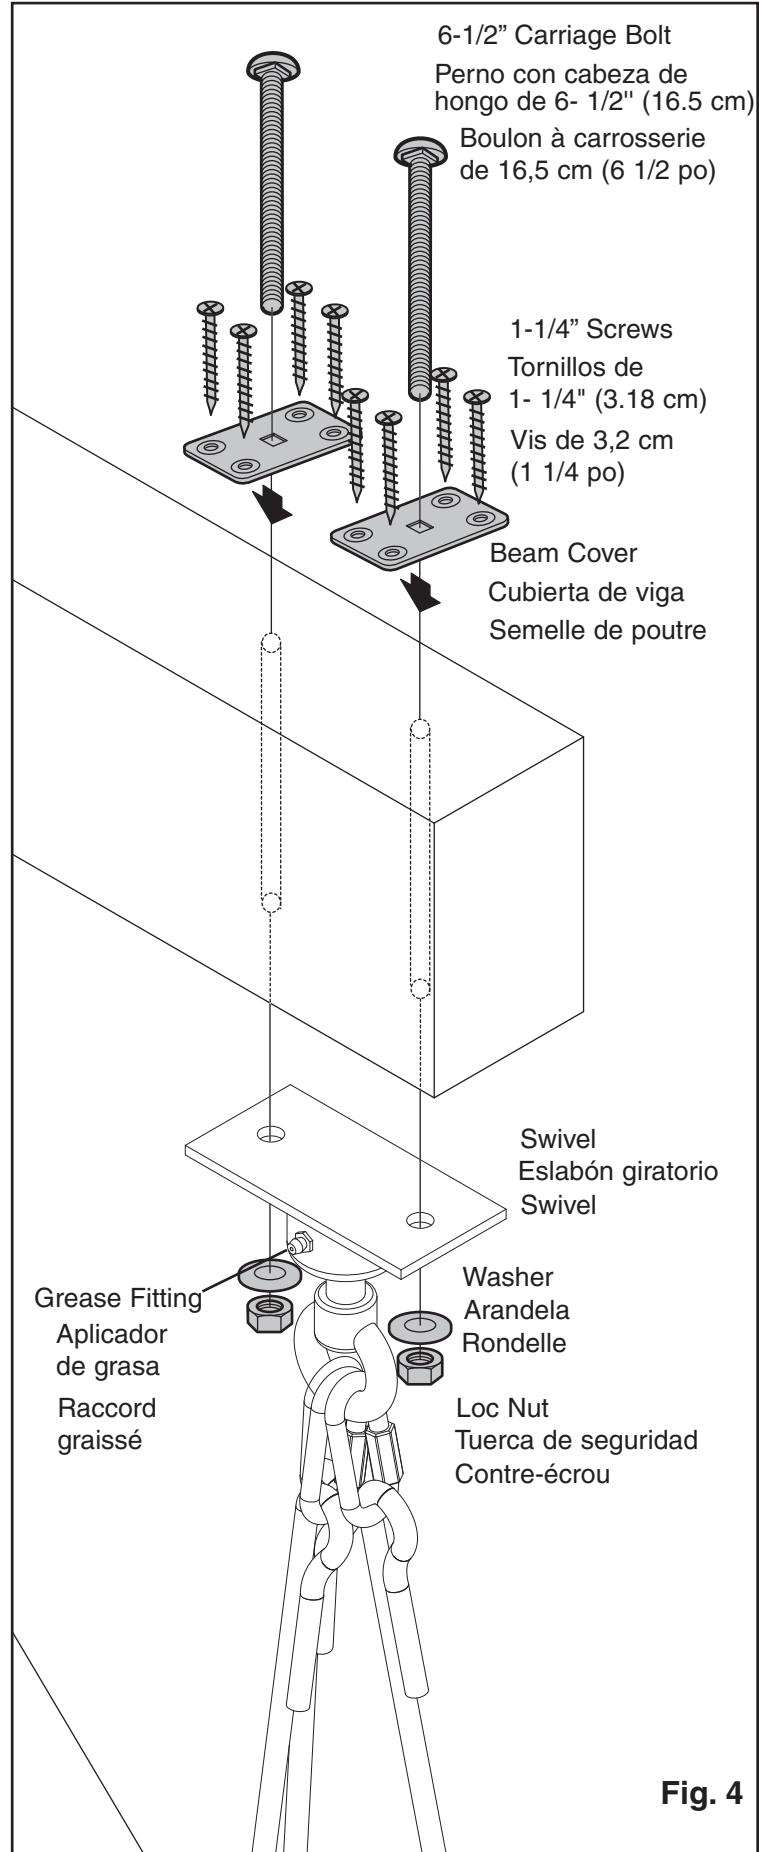

Fig. 4
- Insert (2) 6-1/2" carriage bolts through the beam covers and through the mating holes in the beam. **NOTE:** It may be necessary to force the carriage bolt through the beam with the aid of a hammer. Secure beam covers using (4) 1-1/4" screws. Place the Tire Swing Swivel on bottom side of the swing beam aligning holes with the carriage bolts. Secure with a washer and loc nut. Tighten loc nuts securely. (Fig. 4)
NOTE: Periodically check hardware for tightness, and tighten as necessary. Check all moving parts such as swivel, connecting links and rope for wear and replace immediately if necessary. Tire swing swivel is equipped with a grease fitting. Periodically add grease during routine maintenance. Be sure to remove any excess grease. (Fig. 4)
- Introducir (2) pernos con cabeza de hongo de 6-1/2" (16.51 cm) a través de las cubiertas de la viga y a través de los agujeros de la viga correspondientes. **NOTA:** Puede ser necesario forzar el perno con cabeza de hongo a través de la viga con la ayuda de un martillo. Asegurar las cubiertas de viga utilizando (4) tornillos de 1-1/4" (3.18 cm). Colocar el eslabón giratorio del columpio de neumático sobre el lado inferior de la viga del columpio alineando los agujeros con los pernos con cabeza de hongo. Asegurar desde arriba con una arandela y una tuerca de seguridad. Apretar la tuerca de seguridad con firmeza. (Fig. 4)
NOTA: Verificar de manera periódica la herramientería para asegurarse de que esté ajustada; apretar si fuese necesario. Verificar todas las piezas móviles, como el eslabón giratorio, los eslabones de conexión y la cuerda para ubicar dónde hubo desgaste y reemplazar inmediatamente de ser necesario. El eslabón giratorio del columpio de neumático está equipado con un aplicador de grasa. Agregar grasa de manera periódica durante la rutina de mantenimiento. Asegurarse de eliminar todo exceso de grasa. (Fig. 4)
- Insérez (2) boulons à carrosserie de 16,5 cm (6 1/2 po) à travers les semelles et les trous correspondants de la poutre. **REMARQUE :** il est possible de devoir forcer le boulon à carrosserie au travers de la poutre à l'aide d'un marteau. Fixez les semelles de poutre à l'aide de (4) vis de 3,2 cm (1 1/4 po). Placez le pivot de la balançoire à un pneu sur le dessous de la poutre de la balançoire en alignant les trous avec les boulons à carrosserie. Fixez le tout à l'aide d'une rondelle et d'un contre-écrou. Serrez bien les contre-écrous. (Fig. 4)
REMARQUE : vérifiez périodiquement le serrage de la quincaillerie et resserrez-la au besoin. Inspectez toutes les pièces mobiles, comme le pivot, les maillons de raccordement et la corde, pour déceler des traces d'usure. Remplacez ces pièces immédiatement au besoin. Le pivot de la balançoire à un pneu est équipé d'un raccord graissé. Graissez-le de façon périodique durant l'entretien régulier. Assurez-vous de nettoyer tout excès de graisse. (Fig. 4)